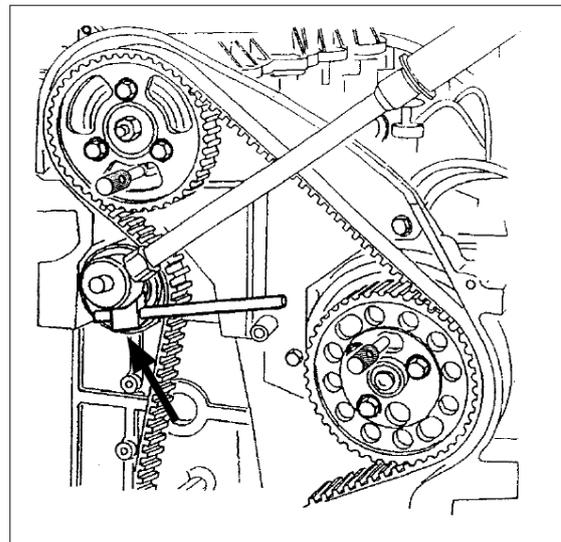

Abb. 2
- Dieses Werkzeug wird benötigt, um die Spannrolle zu drehen und festzuhalten, während die Sicherungsschraube angezogen wird (25 Nm)(Abb. 2).